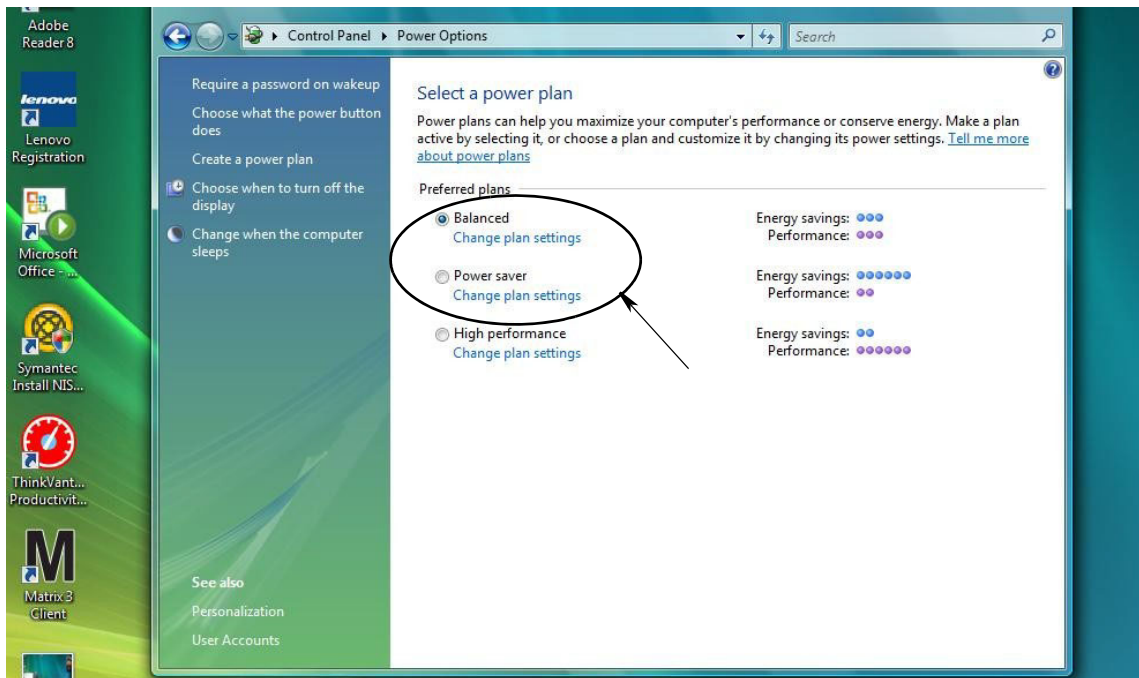

Рис. 18
3. Выберите план электропитания «Сбалансированный» или «Экономия энергии», затем перейдите по ссылке «Изменение параметров плана» к настройке параметров спящего режима (Рис. 18).